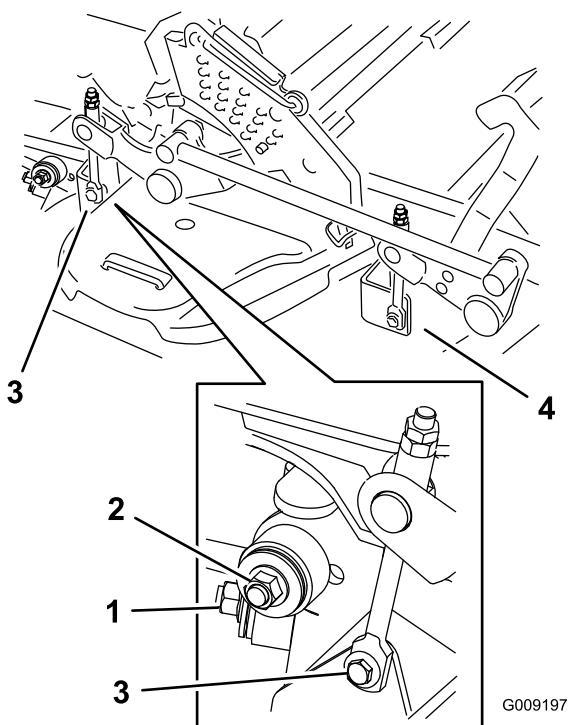

Figura 97
8. Rimuovete e conservate la bulloneria su ambo i lati del piatto di taglio come mostrato in (Figura 97).